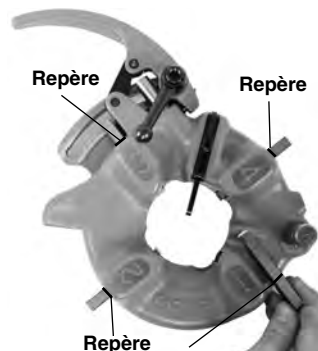

Figure 9 – Insertion des filières
6. Insérez les filières appropriées (chiffre en haut) en les enfonçant jusqu'à ce que leur repère arrive à fleur du rebord de la tête (Figure 9). Les chiffres des filières doivent correspondre à ceux des logements correspondants